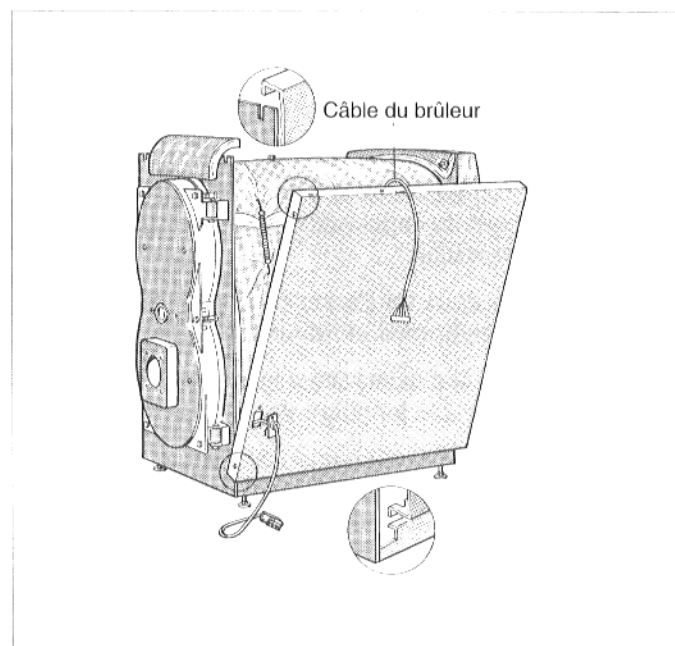

Fig. 7
Avant de procéder au montage de la jaquette, introduire le câble du brûleur dans l'ouverture prévue à cet effet du panneau latéral (fig. 7).
- Introduire le câble du brûleur dans l'ouverture du panneau latéral (fig. 7).
- Placer les encoches inférieures, à gauche et à droite, du panneau latéral dans la paroi de façade et dans la paroi arrière du corps de la chaudière (fig. 7).
- Accrocher le rebord du panneau latéral dans les encoches supérieures de la paroi de façade et de la paroi arrière du corps de la chaudière (fig. 7).